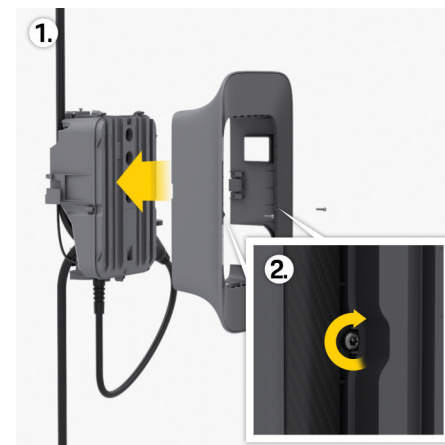

Fig. 87: Feste design ramme
3. Løsne skruene på venstre og høyre kant av designrammen **2** ▸ (Fig. 87).